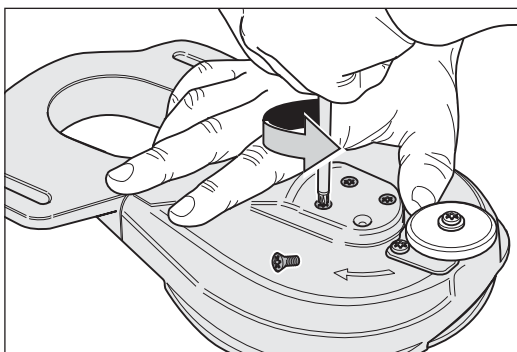

Abb. 37 Die vier Befestigungsschrauben des kompletten Schleiftellers entfernen.
- 10 Entfernen Sie mit Hilfe des Universalschlüssels die vier Befestigungsschrauben des kompletten Schleiftellers (Abb. 37).